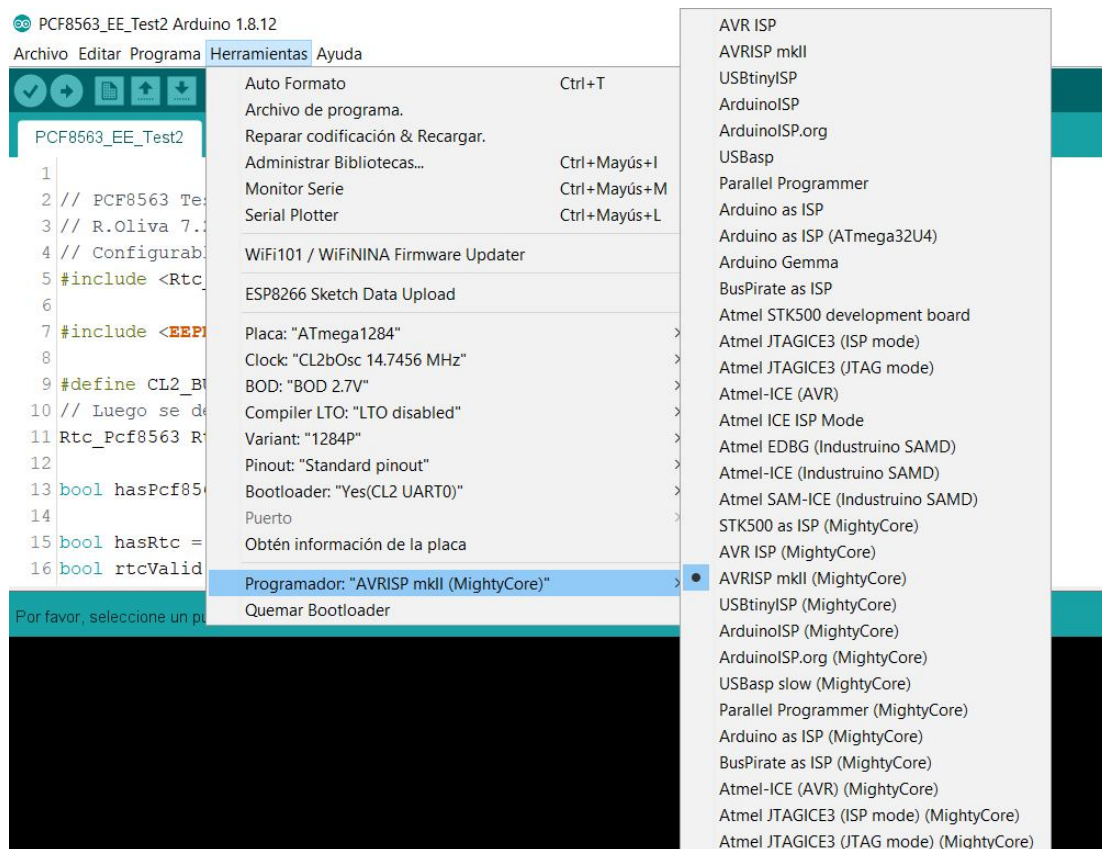

Figura 1 – Acceso previo al PWRC2 para grabación del bootloader Optiboot [ref1], utilizando ArduinoIDE
1.1 Incorporación de Bootloader a placas CL2 de los equipos PWRC2. Se continuó el trabajo iniciado en 2020, utilizando herramientas abiertas, para incorporar a las placas un mecanismo de bootloader por puerto serie a 115200 baud. Para ello se realizó la adaptación de dicha placa (que es contemporánea pero no nativamente "Arduino compatible") para su utilización con el Arduino IDE [ref0] y la función "quemar bootloader", utilizando una versión modificada de Optiboot de MightyCore [ref1] y el programa Avrdude [ref2]. Si bien la documentación y procedimiento debe depurarse, esto permite como se muestra en la Figura 1 acceder a las placas CL2, grabar el programa Optiboot en la zona especialmente reservada (accedida previamente al arranque del programa principal), con el clásico programador AVRISP Mkii con que cuenta el Laboratorio de INTI-Cutral Có.